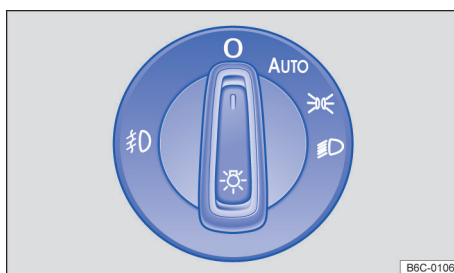

Fig. 75 Ao lado do volante: interruptor de luzes (uma variante).
- **Ligar o farol de neblina** : Puxe o interruptor das luzes para fora → Fig. 75, até a primeira ranhura. A luz de controle  no interruptor de luz se acende na cor verde.